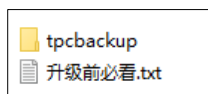

图 1.3-1
- ① 解压“U 盘升级包_G 系列_NK302.02_V1.0_20200420.rar”，如图 1.3-1，先阅读“使用前必读.txt”，然后将“tpcbakcup”拷贝到 U 盘根目录；
针对一些用户可能需要在 TPC 中实现某些特殊功能的需求，昆仑通态提供了对应的功能包供用户使用，如 VNC 功能包、MySQL 客户端部署包等。这些功能包需要向代理索取，且不具备普适性，对 TPC 型号有一定限制，用户在使用时需要先阅读图 1.3-1 所示的“使用前必读.txt”，确认目标 TPC 是否支持部署。特殊功能包使用方法与普通 U 盘功能包类似，用户参考 TPC 辅助工具章节 1.3 所述的 NK 升级包使用方法即可。